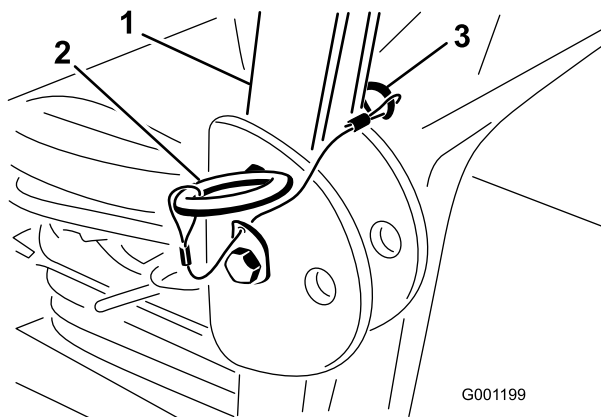

Рисунок 8
2. Установите защитную дугу в поднятое положение, а затем удалите игольчатые шплинты и два штифта (Рисунок 8).